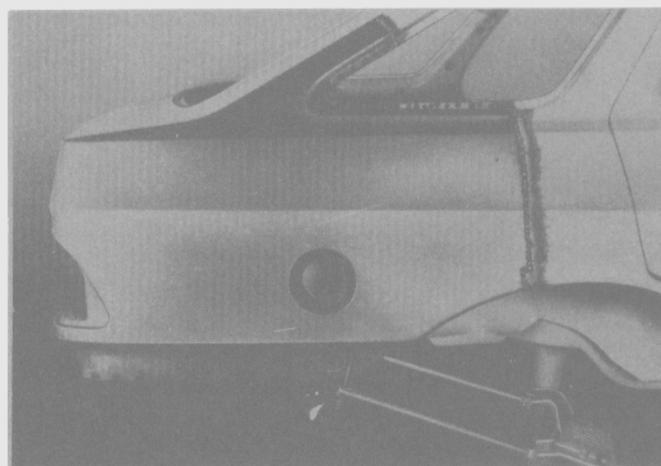

Fig. 231
- Soldar, por puntos, la sección del panel exterior al panel interior, al panel del piso en la zona del soporte del paragolpes y al marco de la ventanilla (Fig. 231).